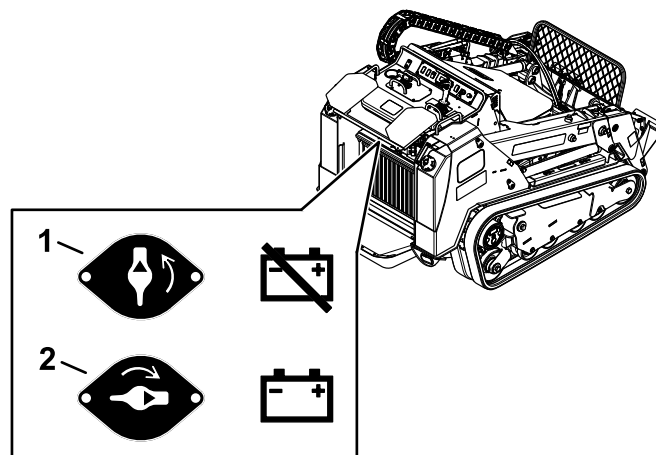

Figure 57
- Pour mettre la machine sous tension, tournez le coupe-batterie dans le sens horaire à la position SOUS TENSION (Figure 57).
- Pour mettre la machine hors tension, tournez le coupe-batterie dans le sens antihoraire à la position HORS TENSION (Figure 57).